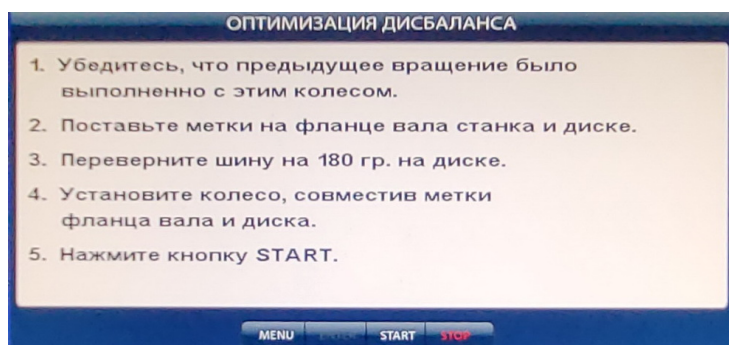

Рис. 17.1.
17.2. На первой странице «MENU» выберите пункт «Оптимизация». На экране монитора появится окно (рис. 17.1). Далее выполните операции согласно пунктам, в открывшемся окне.